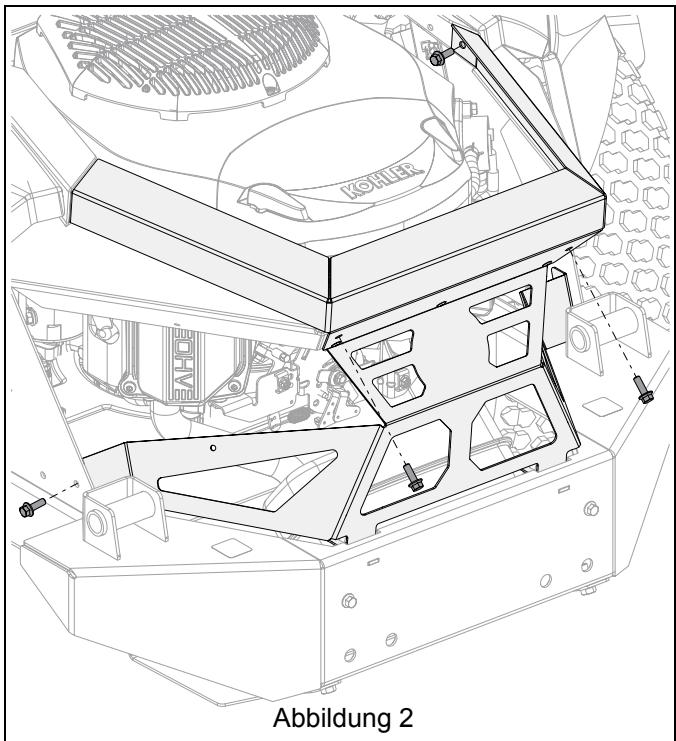

Abbildung 2
6. Reinstall engine shroud and secure with original hardware. See Figure 2.
1. Die Befestigungsteile, mit denen die Motorabdeckung befestigt ist, abnehmen und dann die Motorabdeckung abnehmen. Siehe Abbildung 2.
6. Motorabdeckung wieder montieren und mit ursprünglichen Befestigungsteilen befestigen. Siehe Abbildung 2.